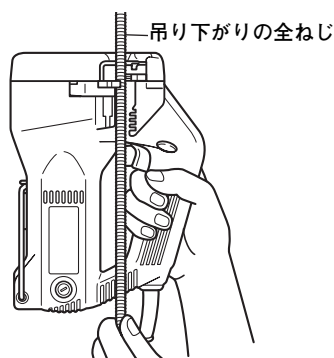

図 10
- (1) 全ねじをカッタにセットします。
- (2) スイッチ引金を軽く引いて低速でカッタを閉じ、図 10 のように、全ねじと上下両方のカッタを完全にかみ合わせます。
- (3) スイッチ引金をいっぱい引いて全ねじを切断します。